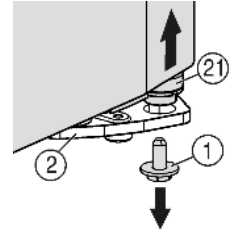
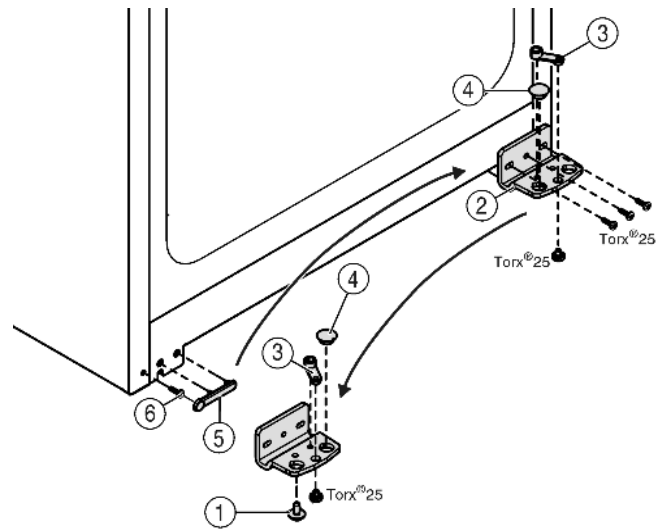

Fig. 5
Fig. 6
- ▶ Spodaj desno na ležajnem podstavku odvijte varovalne vijake Fig. 5 (1).
- ▶ Ležajni sornik Fig. 5 (21) se sname iz ležajnega podstavka Fig. 6 (2).
- ▶ Če se ležajni sornik Fig. 5 (21) ne sname, sornik potisnite od spodaj navzven.
- ▶ Odvijte ležajni podstavek Fig. 6 (2).
- ▶ Privijte ležaj Fig. 6 (3) in ga prestavite v nasprotno odprtino ležajnega podstavka, močno privijte.
- ▶ Čepe Fig. 6 (4) odstranite iz ležajnih podstavkov in jih prestavite v nasprotno odprtino ležajnega podstavka.
- ▶ Previdno dvignite pokrov Fig. 6 (5) na strani ročaja.
- ▶ Odvijte vijak Fig. 6 (6) in ga privijte na nasprotni strani aparata.
- ▶ Ponovno namestite pokrov Fig. 6 (5).
- ▶ Ležajni podstavek Fig. 6 (2) vstavite na novo stran s tečajji in s pomočjo akumulatorskega izvijača ponovno privijte (s 4 Nm).
- ▶ Varovalni vijak Fig. 5 (1) s spodnje strani privijte v ležajni sornik in zategnite (**s 4 Nm**).